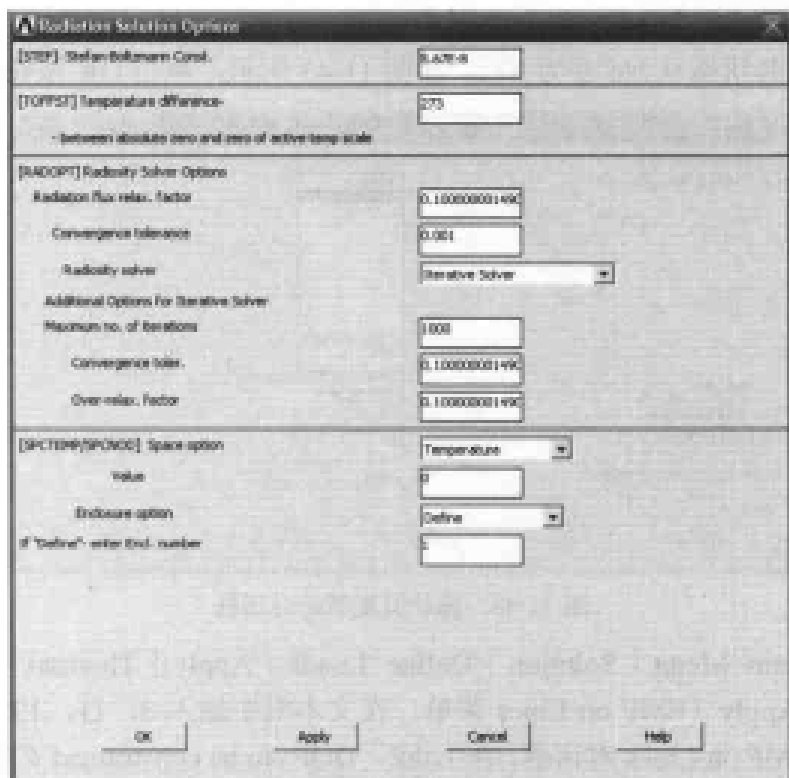

图 11-41 辐射分析选项设置对话框
(1) 选择 Main Menu | Radiation Opt | Radiosity Meth | Solution Opt 命令, 出现 Radiation Solution Options 对话框, 在 [STEF] Stefan-Boltzmann Const. 文本框中输入 $5.67\text{E}-8$, 在 [TOFFST] Temperature difference-between absolute zero and zero of active temp scale 文本框中输入 273, 在 Convergence tolerance 文本框中输入 0.001, 在 [SPCTEMP/SPCNOD] Space option 下拉列表框中选择 Temperature 选项, 在 Value 文本框中输入 20, 其余选项采用默认设置, 如图 11-41 所示, 单击 OK 按钮关闭该对话框。